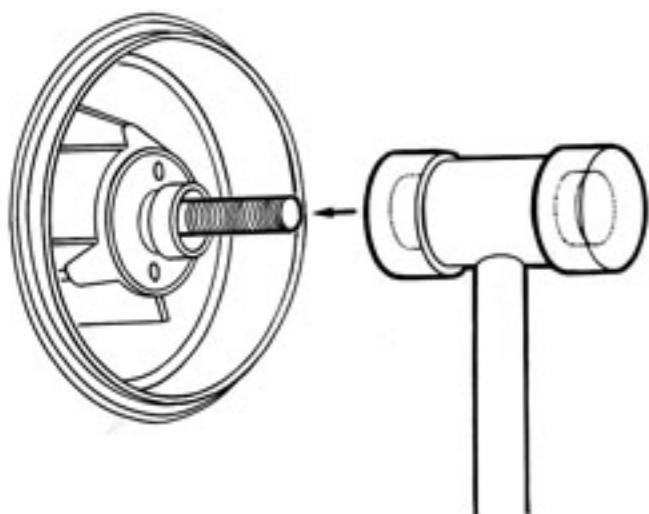

Fig. 1
- Extraire l'axe de roue arrière en frappant sur celui-ci à l'aide d'un maillet (Fig. 1).